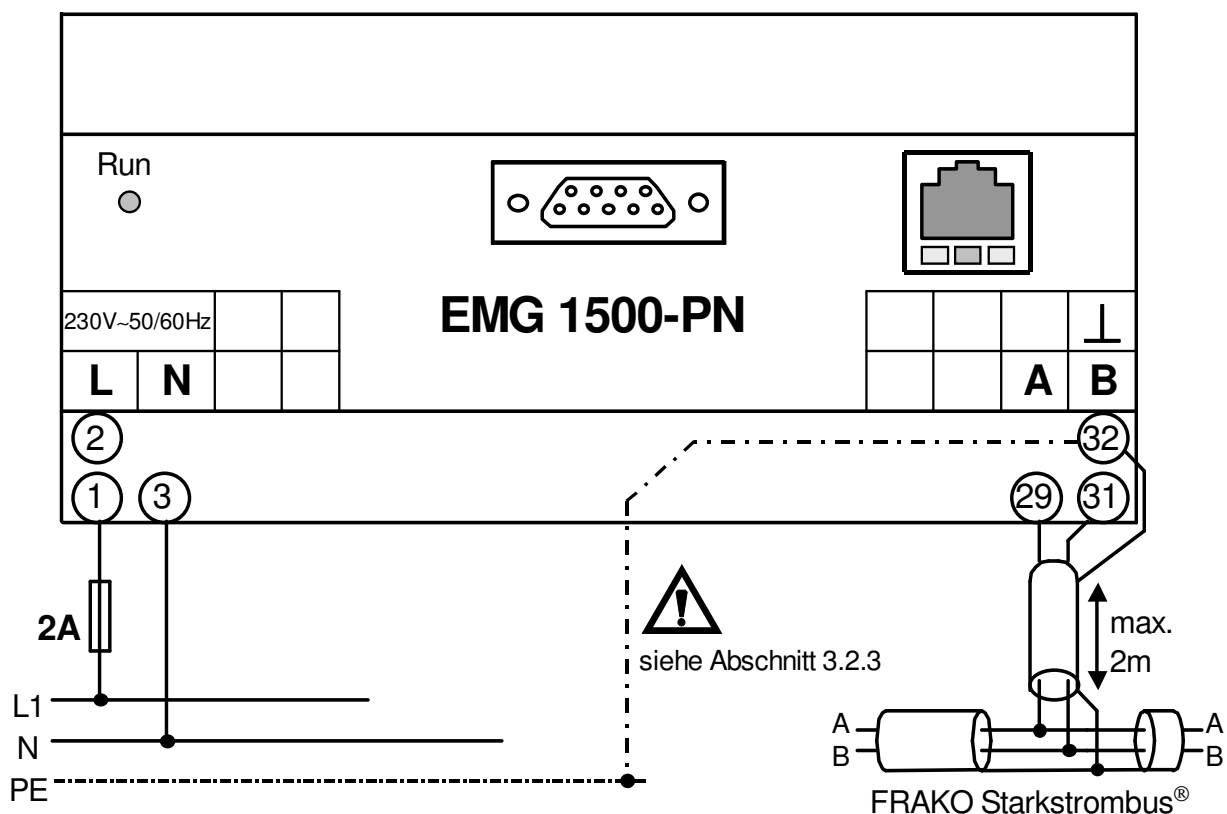

Abbildung 1: Anschlussbild
- ⇒ Der Anschluss erfolgt gemäß Anschlussplan Abbildung 1, Seite 6. (nur Netzanschluss erforderlich)
- ⇒ Der Anschluss erfolgt gemäß Anschlussplan Abbildung 1, Seite 6.
Der Anschluss erfolgt gemäß dem Anschlussbild in Abbildung 1.
Die Versorgungsspannung beträgt 230 V~, 50/60 Hz. Der Anschluss erfolgt an den Klemmen „230V~“ gemäß dem Anschlussbild in Abbildung 1, Seite 6.
Der Anschluss erfolgt an den Klemmen „**Bus A**“, „**Bus B**“ und „**Bus ⊥**“ gemäß dem Anschlussbild in Abbildung 1, Seite 6.